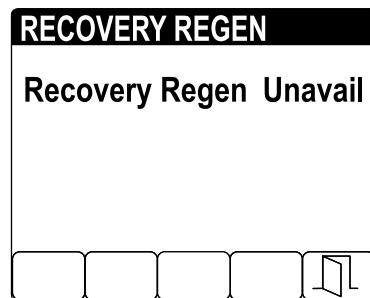

Рисунок 51
- Если компьютер двигателя не запросил восстановительную регенерацию, но вы выбрали опцию RECOVERY REGEN (Восстановительная регенерация) (Рисунок 51), экран Recovery Regen заблокируется (станет недоступным).